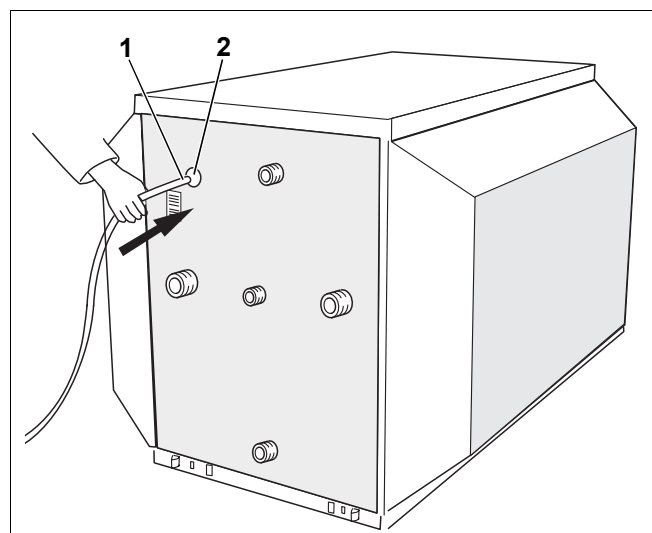

Рис. 9 Установка датчика температуры
- Ввести датчик (рис. 9, **поз. 1**) с задней стороны бака в отверстие кабельного канала (рис. 9, **поз. 2**).